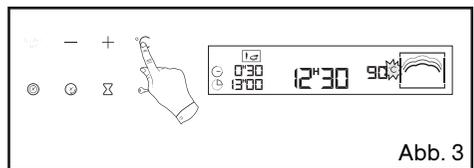

Abb. 3
• Gitter (Abb. 3)
- Auf die Taste °C drücken, das Symbol "°C" blinkt (Abb. 3).